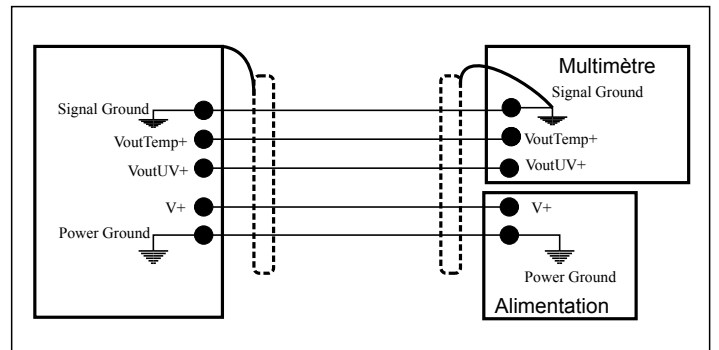

Fig. 7
N.B.: L'impédance de charge de l'instrument de lecture des sorties doit être supérieur à  $10 \text{ K}\Omega$ . Le schéma des branchements est reporté dans la figure 7